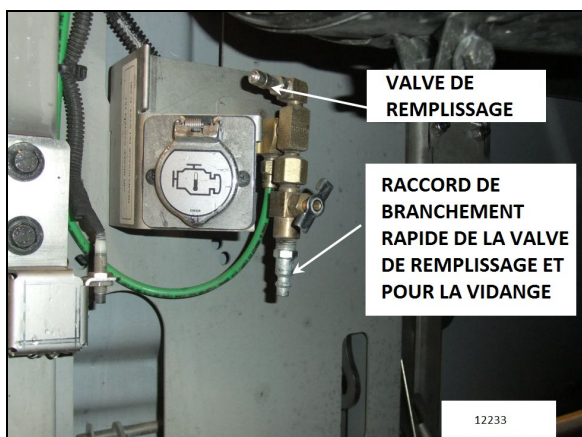

FIGURE 12: EMPLACEMENT DE LA VALVE ARRIÈRE
Le dessiccateur d'air et le réservoir humide peuvent être purgés simultanément pour l'entretien en utilisant la valve de remplissage du système d'air de secours placée dans le compartiment moteur et accessible par la porte latérale droite du compartiment moteur (FIGURE 12).
1. Détendre la pression du dessiccateur d'air en ouvrant la valve de vidange du dessiccateur (FIGURE 12).